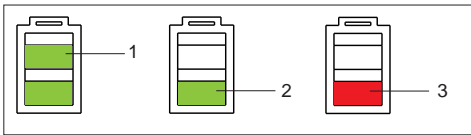

Fig. 10
– Ladezustand des Akkus an der LED-Anzeige (Fig. 10) überprüfen:
- Read off battery charge on LED indicator (Fig. 10):
- Lire l'état de charge de l'affichage DEL (Fig. 10):